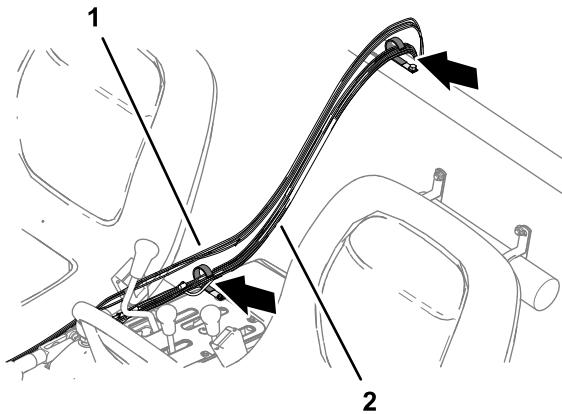

Figure 56
5. Au niveau de la console centrale, acheminez le faisceau avant le long du faisceau du pulvérisateur puis alignez le faisceau avant à l'intérieur des colliers de support (Figure 56).